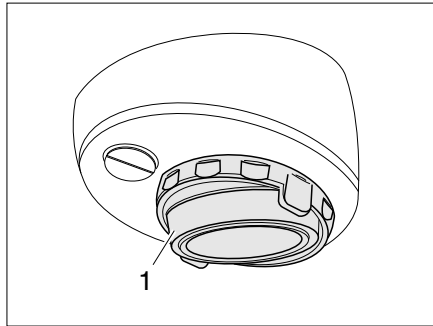

Bild 176 Halogenaufbauleuchte (schwenkbar)
- Abdeckung (Bild 176,1) mit einem geeigneten Werkzeug (z. B. Schraubendreher) aushebeln und abnehmen.